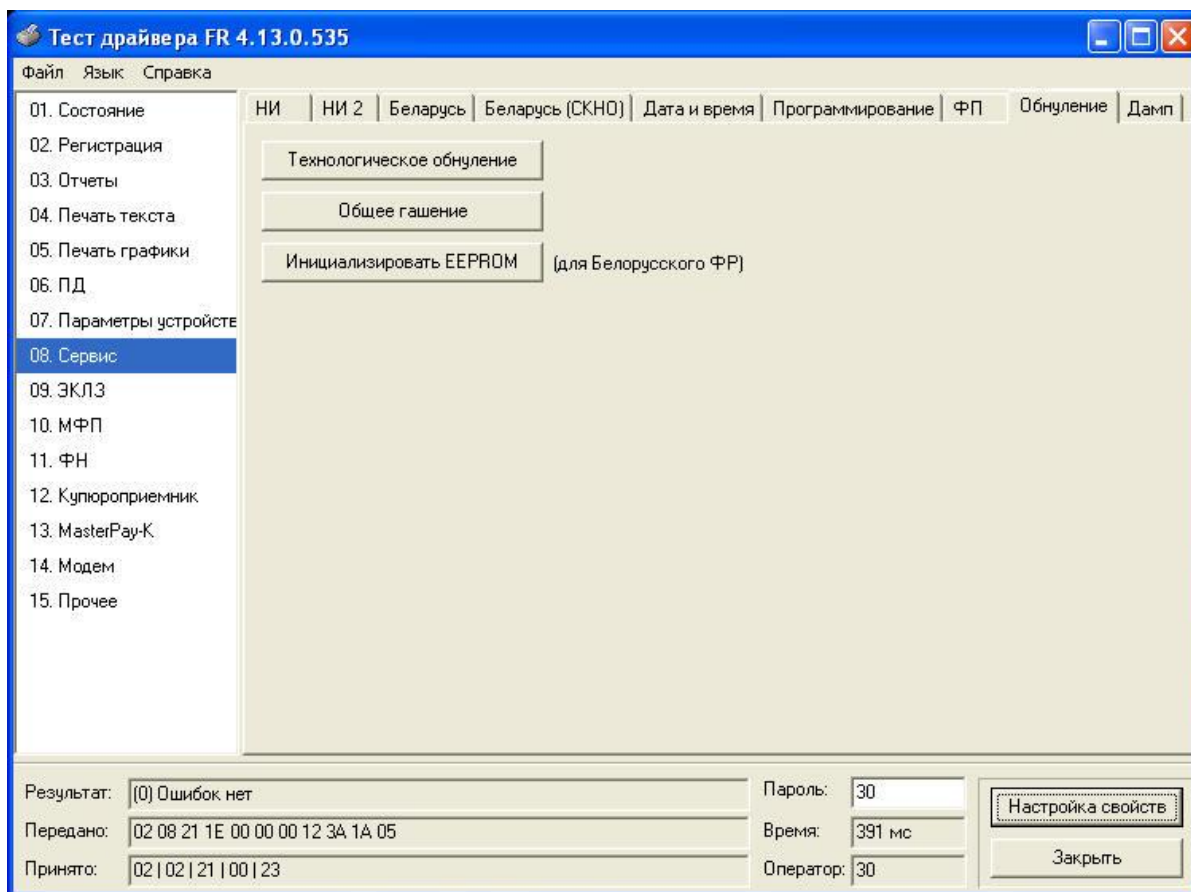

Рисунок 66: Технологическое обнуление
8. Перейдите на закладку «**06.Сервис**» программы «Тест драйвера ФР». В меню «Обнуление» нажать кнопку «**Технологическое обнуление**». Убедитесь, что ответ «**Ошибок нет**». Процедура технологического обнуления запущена. Рисунок 66.